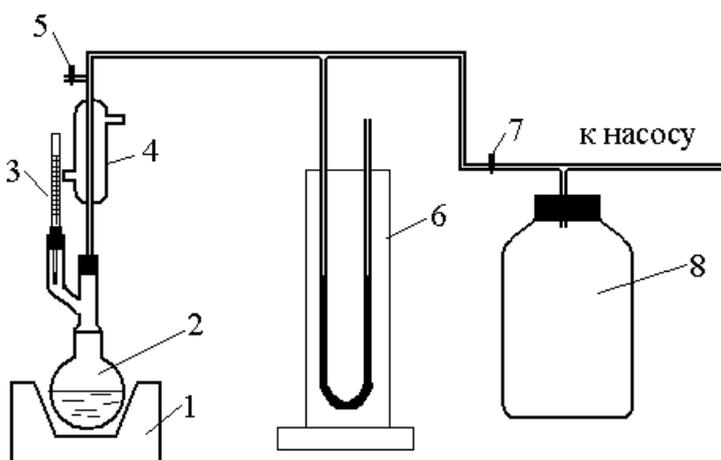

Рис. 5 Схема установки
1. Подготовить установку (рис.5) к работе. Для этого в колбу для нагревания наливают исследуемую жидкость в количестве 50 см^3 . Туда же для устранения местных перегревов для облегчения образования паровой фазы помещается несколько кусочков неглазурованного фарфора или стеклянных капилляров. Помещают термометр и соединяют с обратным холодильником. Система проверяется на герметичность.